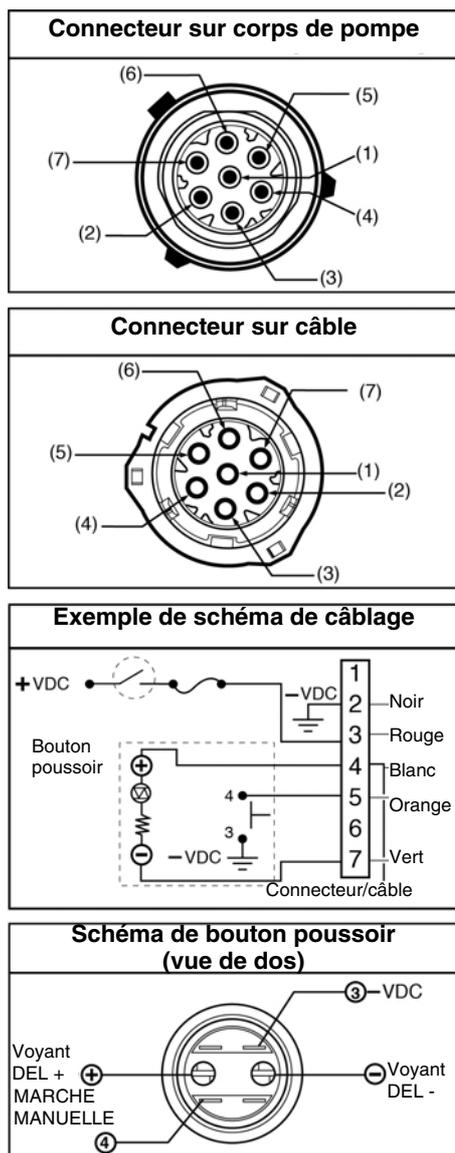

FIG. 17
5. Nettoyer une zone près du bouton poussoir pour placer l'étiquette (55) dans la cabine. Coller l'étiquette sur la surface préparée.
6. Raccorder le connecteur électrique (52) au bouton poussoir et à la pompe. Consulter le tableau des couleurs des broches et des câbles connexes (ci-après) et les informations de câblage en FIG. 17, page 17
Couleur des broches et des câbles connexes (FIG. 17)